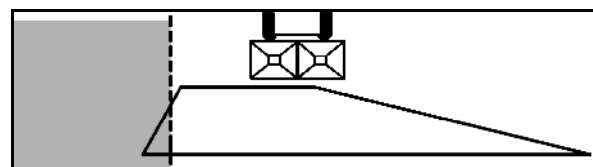

Рис. 93
3. Распределение по краю (Рис. 93):